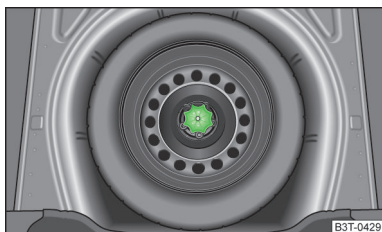

Fig. 172
La rueda de repuesto se encuentra en una cavidad debajo del revestimiento del suelo del mailetero y está fijada con una tuerca especial » fig. 172.
- Desenroscar la tuerca » fig. 172 en el sentido contrario a las agujas del reloj.
- Enroscar la tuerca » fig. 172 en el sentido de las agujas del reloj hasta que la rueda está fijada seguramente.